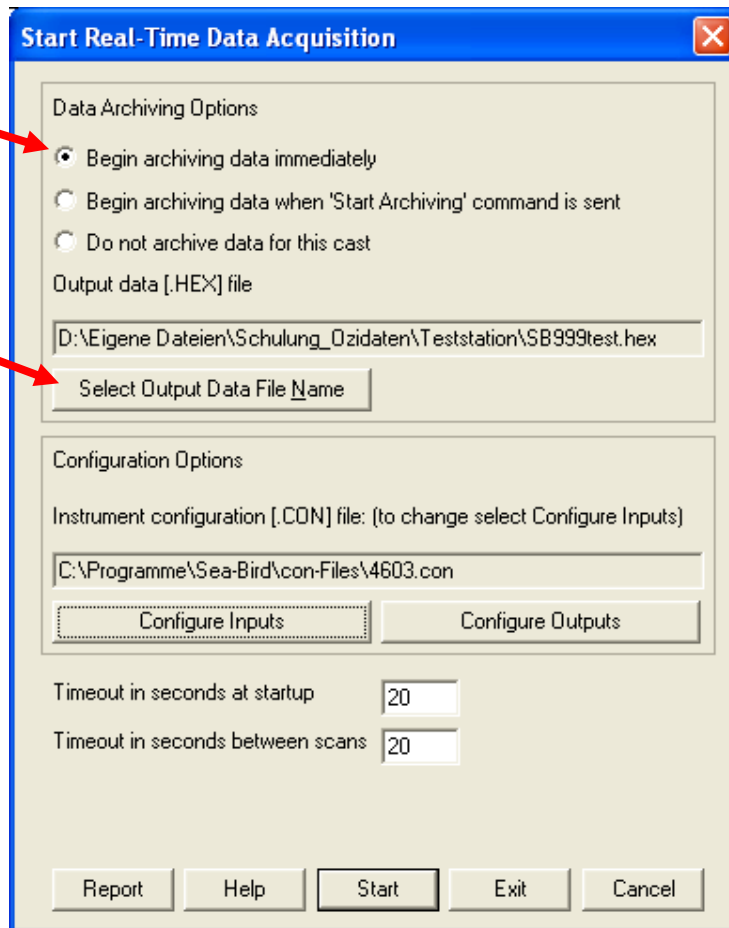

Abb. 6. Data Acquisition Fenster
3. **Real-Time-Data** → **start...** drücken. Im Pop-Up Fenster **Begin archiving data immediatly** auswählen (Abb.6, Seite 10).
5. **Real-Time-Data** → **start...** drücken. Im Pop-Up Fenster **Begin archiving data immediatly** auswählen (Abb.6, Seite 10).
4. **Real-Time-Data** → **start...** drücken. Im Pop-Up Fenster **Begin archiving data immediatly** auswählen (Abb.6, Seite 10).